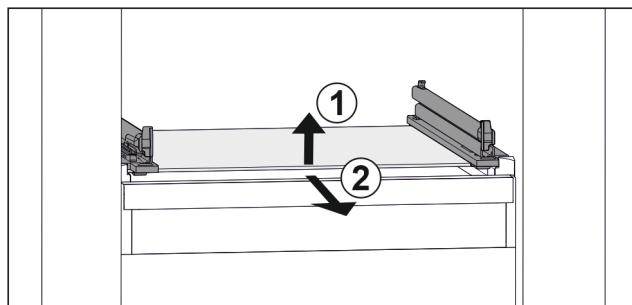

Fig. 45 Приближене відображення скляної пластини
► Підняти скляну пластину спереду. Fig. 45 (1)
► Вийняти скляну пластину рухом вперед. Fig. 45 (2)